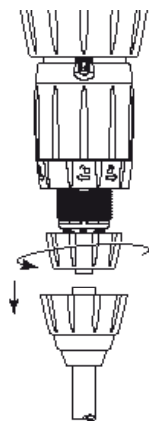

Fig. 16
- Desenroscar e retirar a porca de suporte da válvula de aspiração (Fig. 16), desmontar a válvula e, em seguida, lavar abundantemente as várias peças com água limpa.